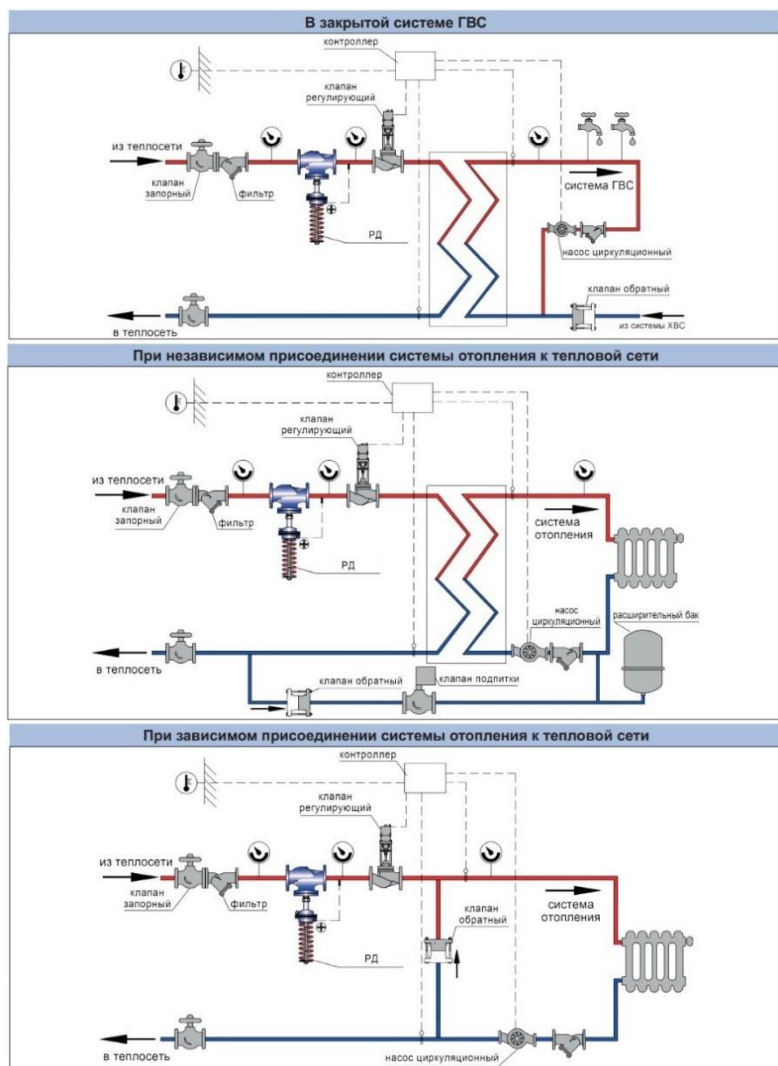
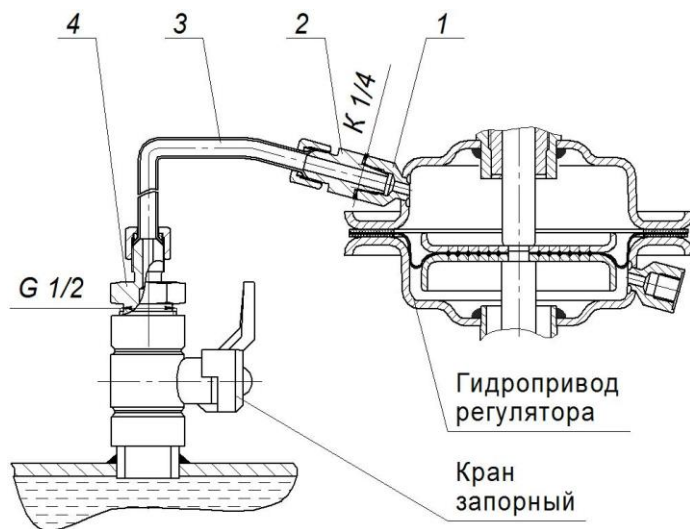

Рисунок 3 - Схемы подключения РД
Рисунок 5 - Пример подключения камеры мембранного привода
8.1. Установка РД производится в соответствии с рекомендуемыми схемами подключения РД (рис.3). Подключение мембранного привода к трубопроводу производится при помощи соединительных (импульсных) линий (медные трубки и проходники – таблица 2) в соответствии с рис.5.
8.3. Перед РД установить сетчатый фильтр. В местах отбора импульсов необходимо предусмотреть запорные краны, позволяющие отключать давление от импульсных линий (рис.5).